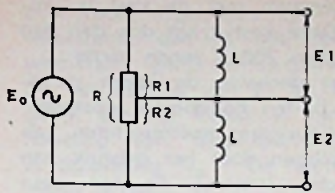

Fig. 4
① Aan de klemmen van de spanningsdeler R uit fig. 4, die een weerstand van 2 kΩ heeft, is een spanningsbron E₀ aangesloten. Bij de frequentie van de geleverde wisselspanning is de reactantie van ieder van de beide smoorspoelen L gelijk aan 1 kΩ.